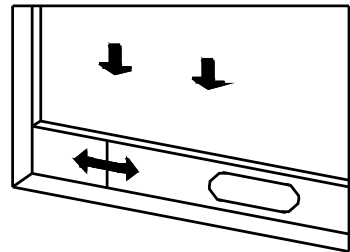
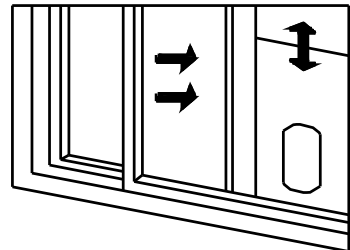

Figure 2
Figure 3
- Ouvrez la fenêtre à moitié et montez la plaque d'étanchéité de la fenêtre sur la fenêtre (comme illustré par la Figure 2 et la Figure 3). Les composants peuvent être placés dans la direction horizontale et verticale.